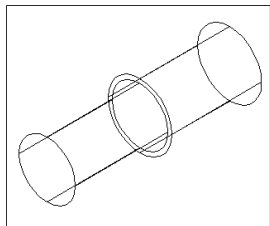
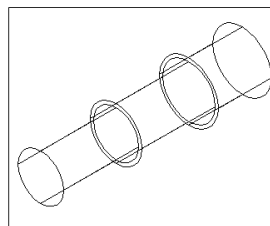

图 15-73
图 15-74
(3) 是在用户坐标系。在命令行直接输入 **ucs**。设置新的坐标原点为 $0, 0, -58$ 。
(4) 作圆柱体。单击  按钮或者在命令行直接输入 **cylinder**。底面圆心为 $(0, 0, 0)$ ，半径为 20，高度为 -56，结果如图 15-73 所示。
(5) 作圆柱体。在命令行直接输入 **ucs**。设定新的坐标原点为 $(0, 0, -56)$ 。
(6) 作圆柱体。单击  按钮或者在命令行直接输入 **cylinder**。底面圆心为 $(0, 0, 0)$ ，半径为 22.5，高度为 -41，结果如图 15-74 所示。